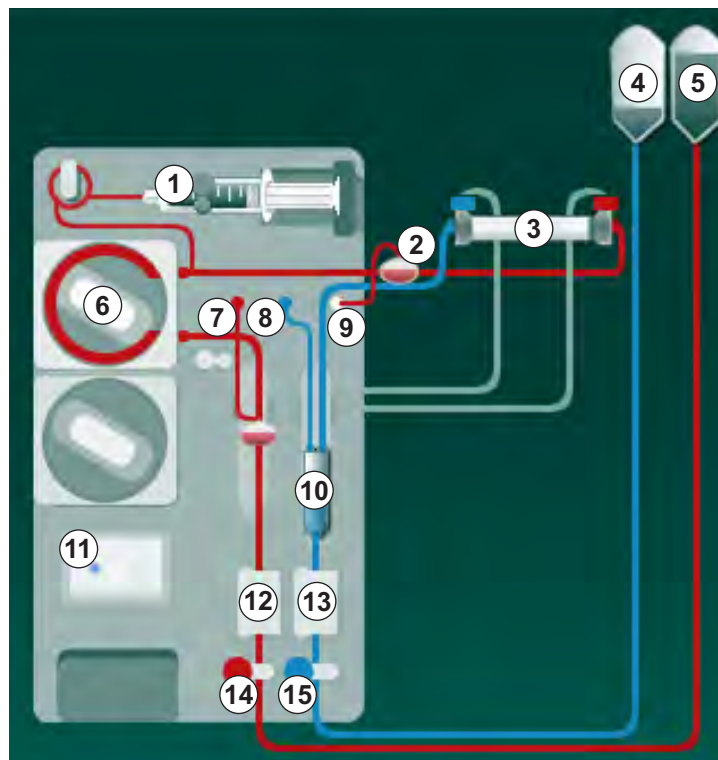

Bild 5-8 Ansluta ett blodslangset med priming påse till påse
2. Ta dialysatorkopplingarna från spolningsbryggan och anslut till dialysatorn (Bild 5-8 Ansluta ett blodslangset med priming påse till påse (98) ©) när maskinen ber dig göra det. Observera färgkodningen: